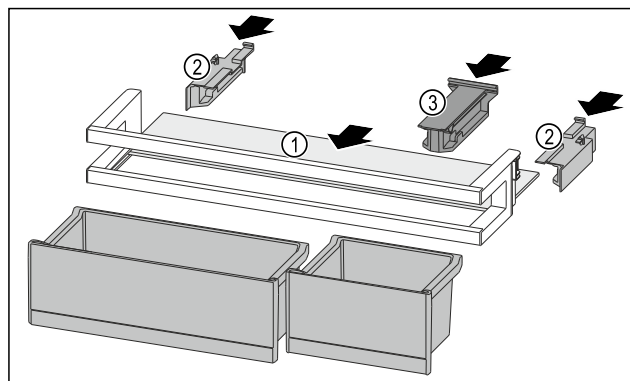

Fig. 205
- Inserire il ripiano Fig. 205 (1) negli incavi laterali.
- Inserire gli elementi laterali Fig. 205 (2).
- Inserire l'elemento di tenuta Fig. 205 (3).